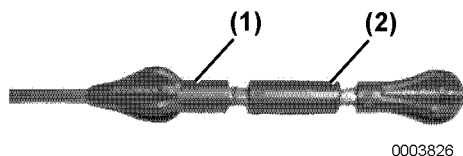

Figura 4
4. Extraiga la varilla de nivel de aceite. El nivel del aceite debe estar entre las líneas superior (**Figura 4, (1)**) e inferior (**Figura 4, (2)**) de la varilla de nivel de aceite.
2. Llene con aceite hasta el límite superior de la varilla de nivel (**Figura 4, (1)**). **AVISO:** No llene NUNCA en exceso el motor con aceite de motor.